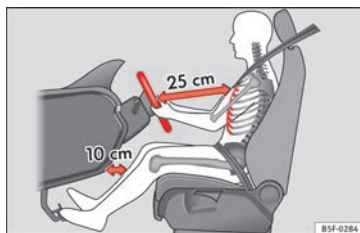
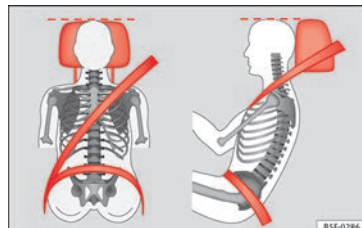

Fig. 64 La distanza corretta tra il conducente e il volante
Fig. 65 Nastro della cintura e poggiatesta posizionati correttamente.
• Regolare il volante in modo che resti uno spazio di minimo 25 cm dal torace » **fig. 64** e che sia possibile prendere il volante lateralmente dal lato esterno con entrambe le mani e le braccia leggermente piegate.
• Regolare il sedile del conducente longitudinalmente in modo da poter premere a fondo i pedali con le gambe leggermente piegate e che le ginocchia restino come minimo a 10 cm dalla plancia » **fig. 64**.
• Regolare il poggiatesta portando il suo bordo superiore alla stessa altezza della parte superiore della testa, in nessun caso mai sotto l'altezza degli occhi. Tenere la nuca il più vicino possibile al poggiatesta » **fig. 64** e » **fig. 65**.
Regolare la distanza tra il conducente e il volante » **fig. 64** con l'aiuto dei comandi situati nel sedile del conducente »  **pag. 12**.